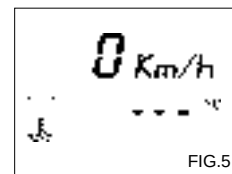

FIG.5
La fig. 5 indica la temperatura dell'acqua (il valore viene visualizzato quando la temperatura di quest'ultima è superiore a circa 20 °C). Quando la temperatura supera i 120 °C la spia (2) di fig. 1 lampeggia; in questo caso, per evitare possibili danni al motore per effetto del surriscaldamento, è consigliabile fermarsi, spegnere il motore e non riaccenderlo fino a quando la temperatura del liquido di raffreddamento non sarà scesa al di sotto di 120 °C. Se la temperatura supera i 140 °C la spia diventa fissa e sul display viene visualizzata l'indicazione "HI" alternatamente. Se a motore acceso si accende la spia (Z) e sul display viene visualizzata l'indicazione "OIL" alternatamente, bisogna controllare che il livello dell'olio motore sia compreso fra i valori MIN e MAX (vedi pag. 77 fig. 1) ed eventualmente effettuare un rabbocco. Nel caso il problema persista, portare il veicolo presso un concessionario CAGIVA.
Fig.5 shows the water temperature (the value is displayed when the water temperature exceeds 20°C). When the temperature exceeds 120°C, the pilot lamp 2, fig. 1, starts blinking; in order to avoid damaging the engine due to overheating, we suggest that you stop, turn off the engine and then start it again only when the water temperature has dropped below 120°C. If the temperature exceeds 140°C, the pilot lamp is fixed and the "HI" indication comes up on the display alternately. If, with the engine ON, the pilot lamp (Z) goes on and the display shows "OIL" alternately, check that the engine oil level is between the MIN and MAX marks (see page 77 fig.1). Top up if necessary. If troubles persist, bring your vehicle to a CAGIVA dealer.
La figure 5 indique la température de l'eau (la valeur est affichée lorsque la température de celle-ci est supérieure à environ 20°C). Lorsque la température dépasse 120°C, le voyant 2 de fig. 1 clignote; Dans ce cas, pour éviter des dégâts au moteur dus à un effet de surchauffe, il est conseillé de s'arrêter, de couper le moteur et de ne pas le rallumer jusqu'à ce que la température du liquide de refroidissement soit descendue en dessous de 120°C. Si la température dépasse les 140°C, le voyant s'allume en permanence et l'affichage donne l'indication " HI " de manière alternative. Si le voyant (Z) s'allume quand le moteur est en marche et que le display indique "OIL", il est nécessaire de contrôler le niveau d'huile du moteur qui doit être compris entre les valeurs MIN et MAX (voir page. 77 fig. 1), éventuellement ajouter de l'huile. Si le problème persiste, conduire le véhicule chez un concessionnaire CAGIVA.
In der Abb. 5 ist die Wassertemperatur gezeigt (dieser Wert wird angezeigt, wenn das Wasser eine Temperatur von über 20° C hat). Wenn die Temperatur 120° C überschreitet, beginnt die Kontrolllampe 2 aus der Abb. 2 zu blinken; In diesem Fall wird es empfohlen, anzuhalten, den Motor abzuschalten und ihn erst wieder anzulassen, wenn die Kühlfüssigkeitstemperatur unter 120° C herabgesunken ist, damit der Motor wegen des Heißlaufens keinen Schaden erleidet. Wenn die Temperatur 140° C überschreitet, bleibt die Kontrolllampe ständig an und im Bildschirm erscheint die Meldung "HI" abwechselnd. Wenn bei laufendem Motor die Kontrolllampe (Z) angeht und "OIL" abwechselnd angezeigt wird, prüfen Sie, ob der Ölstand Motor zwischen MIN und MAX liegt (siehe Seite 77 Abb. 1) und gegebenenfalls nachfüllen. Falls sich diese Störung nicht beseitigen läßt, das Motorrad von einem Vertragshändler CAGIVA überprüfen lassen.
La fig. 5 indica la temperatura del agua (el valor se visualiza cuando la temperatura de esta última es superior a aproximadamente 20°C).